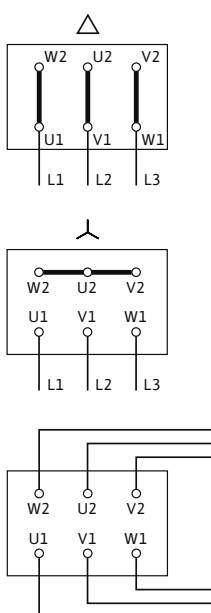

Fig. 17: Verkkoliitäntä
Sähköliitäntän kytkentäkaavio on liitäntäkotelon kannessa (katso myös Fig. 17).
- Verkkoliitäntä riippuu moottoritehosta  $P_2$ , verkkojännitteestä ja käynnistystavasta. Tarvittava yhdyssiltojen liitäntä liitäntäkoteloon näkyy seuraavasta luettelosta "Taul. 4: Liittimien varaukset" sivulla 45 ja kuvasta (Fig. 17).